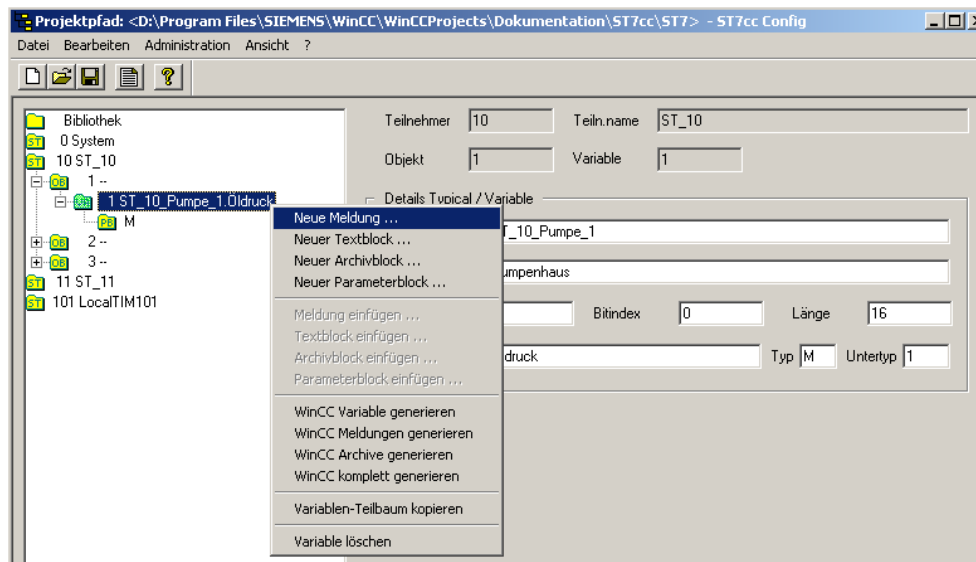

Bild 4-65 Anlegen einer Verarbeitung im ST7cc Config Fenster
1. Selektieren Sie die gewünschte Variable mit der rechten Maustaste und öffnen Sie das Auswahlmü (siehe Bild 4-65). Zum Anlegen von Verarbeitungen werden Ihnen die folgenden Optionen angeboten: